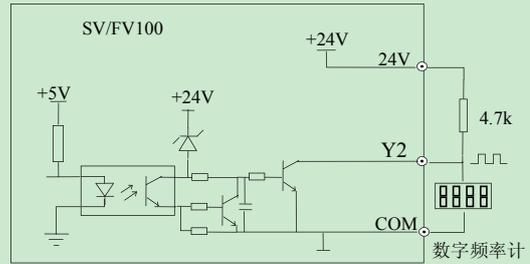

图 4-15 输出端子 Y2 连接方式 1
3. Y2 用作数字脉冲频率输出, 可使用变频器内部的 24V 电源, 接线方式请参见图 4-15。